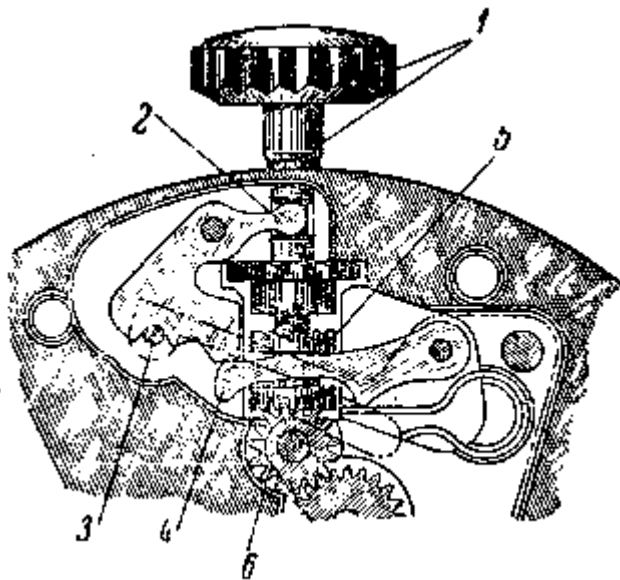

Рис. 31. Узел ремонтюара в положении перевода стрелок:
**Стрелочные колеса и ремонтур во время перевода стрелок.** При вытягивании заводной головки (рис. 31) заводной валик 1 и переводной рычаг 2 перемещаются. Нижняя часть переводного рычага упирается своей второй канавкой в фиксатор 3, который не дает возможности переводному рычагу произвольно переходить из одного положения в другое без применения силы. Другим концом переводной рычаг упирается в заводной рычаг 4, который входит в паз кулачковой муфты 5. В этот момент прямые зубья кулачковой муфты 5 входят в зацепление с зубьями переводного колеса 6. При повороте заводной головки зубья кулачковой муфты вращают переводные колеса, которые поворачивают вексельное колесо и минутный триб с укрепленной на нем минутной стрелкой. Одновременно через триб вексельного колеса вращается часовое колесо, свободно сидящее на минутном трибе. На трубке часового колеса установлена часовая стрелка. Установив стрелки в надлежащем положении, надавливают на заводную головку и перемещают заводной валик в первоначальное положение.